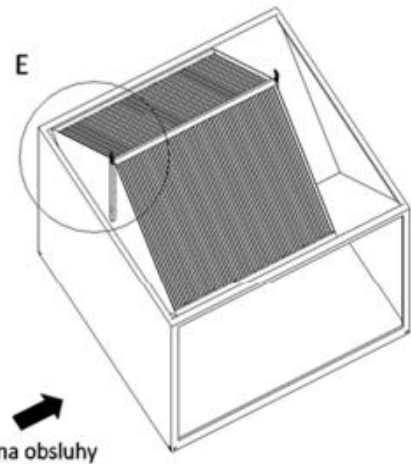

Рисунок 9 Центрирование рекуператора
- Правильное положение рекуператора - максимальная удаленность передней поверхности подвески рекуператора - см. Рисунок 9, Деталь E